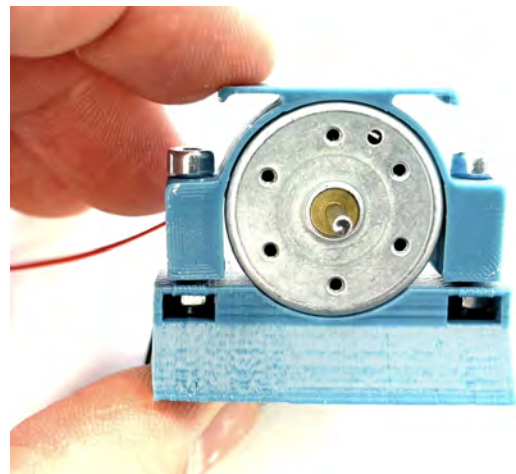

Abb. 9: Der Klemmbügel sollte mit leichtem Druck den Motor auf dem Motorhalter fixieren.
(6) Platziert die Muttern in den Motorhalter. Anschließend wird der Motor zwischen Motorhalter und Klemmbügel gesteckt. Verschraubt die Komponenten mit zwei M3x20 Schrauben (Abbildung 9). Die Schrauben dürfen nicht zu fest angezogen werden, damit nichts kaputt geht.